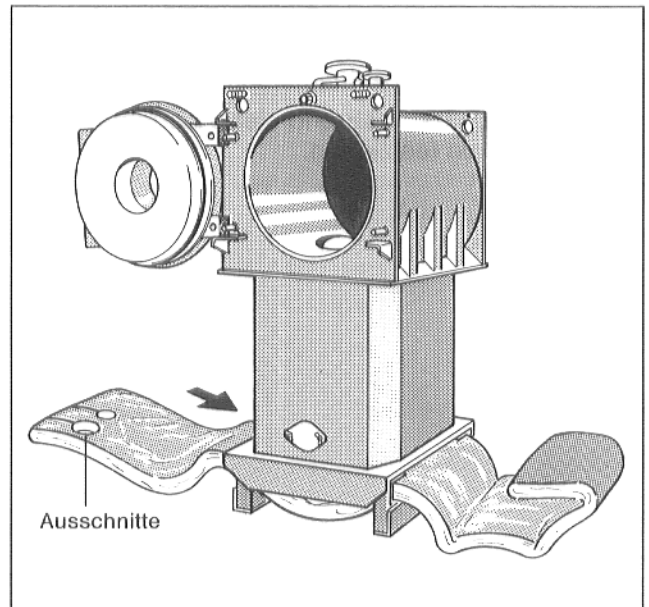

Abb. 6
**Hinweis:** Bei der Wärmeschutzmatte ist darauf zu achten, daß das Textilgewebe außen und die Ausschnitte vorn angeordnet sind (Abb. 6).
- Wärmeschutzmatte unter dem Kessel durchschieben bis die 4 Ausschnitte die Kesselfüße einschließen (Abb. 6).